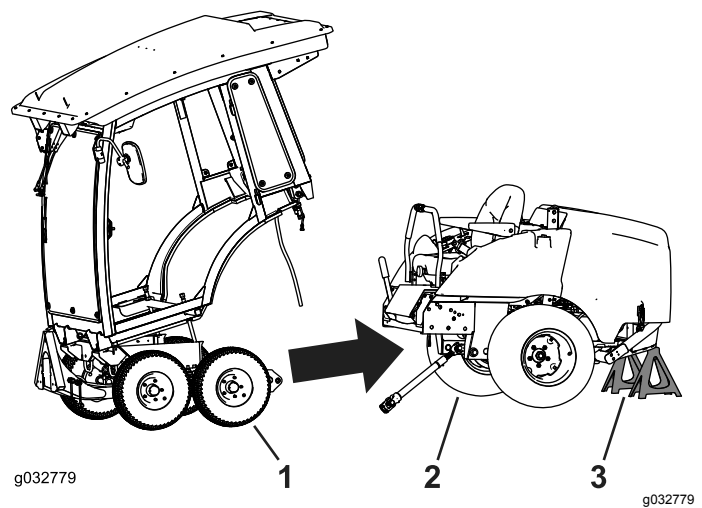

Bild 68
1. Fluchten Sie den Winterrahmen im Maschinenrahmen aus und rollen ihn zurück (Bild 68).
3. Stützen Sie die Maschine mit Achsständern ab (Bild 68).